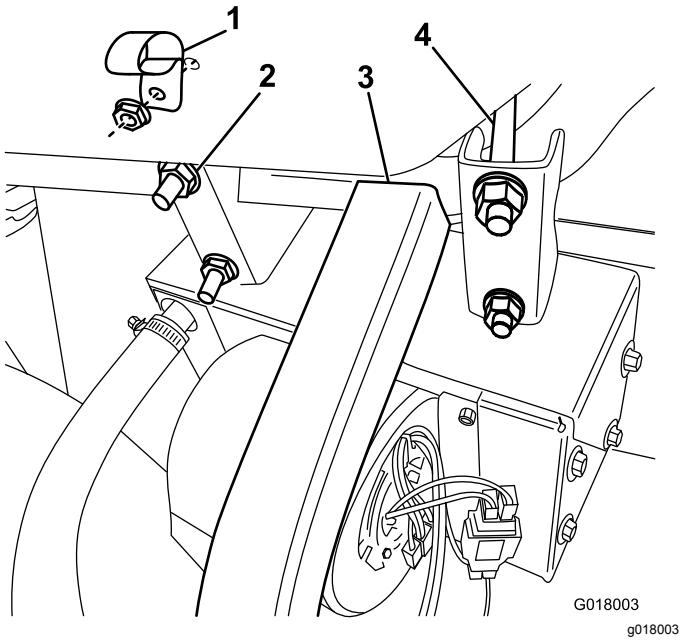

Bild 22
3. Befestigen Sie die Heizung und Halterung mit den mitgelieferten U-Bügeln und Bundmuttern bündig am vorderen Rahmenrohr (Bild 22).
4. Befestigen Sie die R-Klemme mit einer Bundkopschraube und einer Mutter am Handschuhfach (Bild 22).